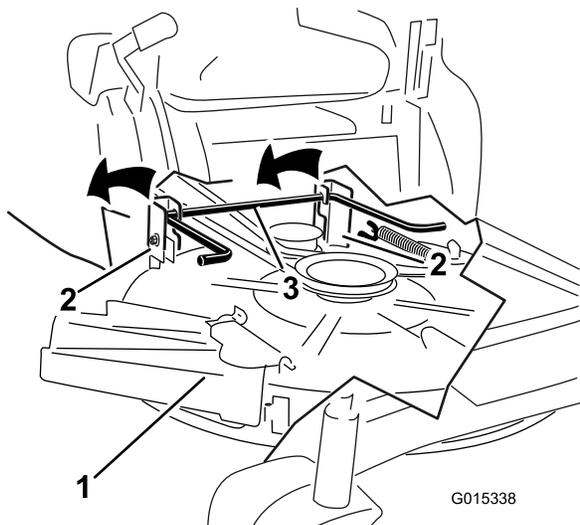

Bild 55
7. Heben Sie das Mähwerk und die Hängeprofile über die hintere Hubstange und senken Sie das Mähwerk vorsichtig auf den Boden ab (Bild 55).
- Heben Sie das Heck des Mähwerks an und führen Sie die Hängeprofile über die hintere Hubstange (Bild 55).